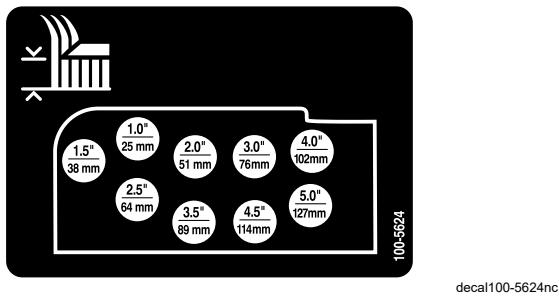

Рисунок 20
10. Закрепите цепи регулировки высоты скашивания в требуемом отверстии с помощью шплинтуемого штифта и игольчатого шплинта (Рисунок 20).